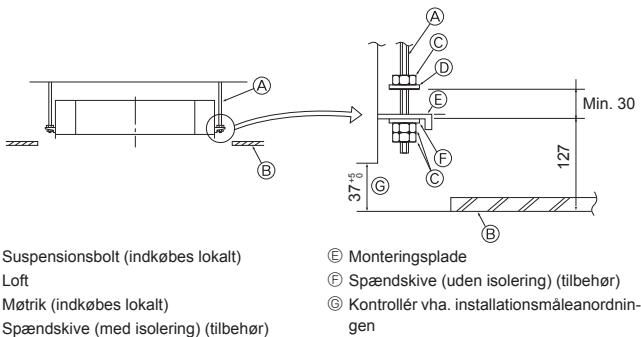

Fig. 2-5
2.5. Procedurer ved ophængning af enheden (Fig. 2-5)